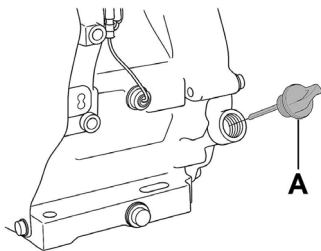

Рис. 6 Крышка-щуп маслозаливной горловины
2. Выкрутите крышку-щуп (А) маслозаливной горловины и извлеките щуп (Рис. 6)